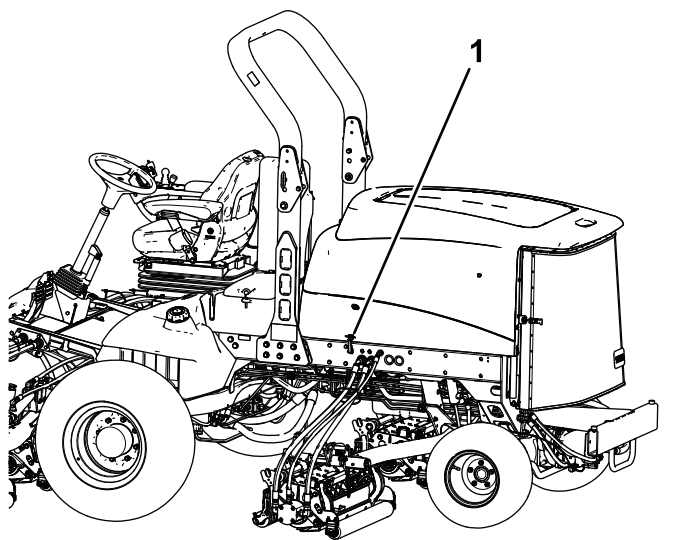

Figura 80
1. Desenganche los cierres del capó (Figura 80) y abra el capó.